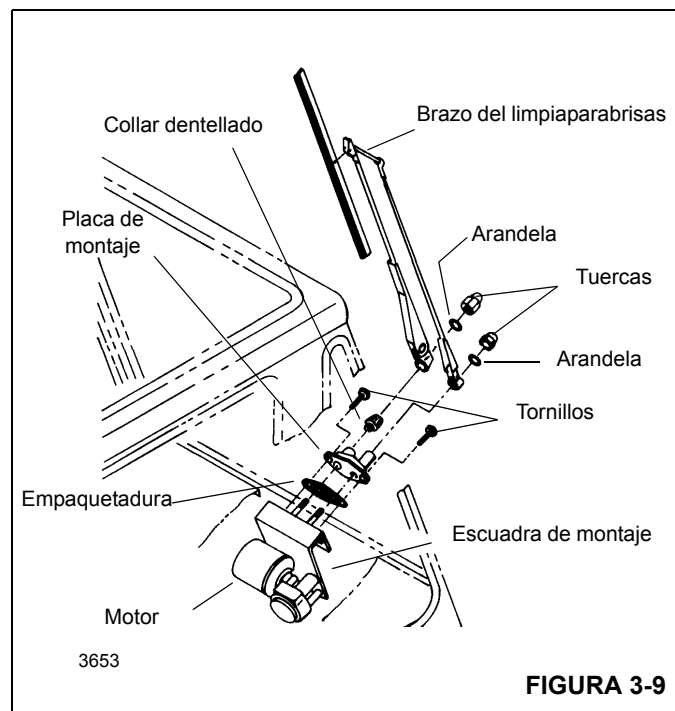

FIGURA 3-9
2. Conecte el motor del limpiaparabrisas a su escuadra con tornillos y arandelas (vea la Figura 3-9). Conecte el eje del motor del limpiaparabrisas a la manivela del motor del limpiaparabrisas con la tuerca y la arandela.